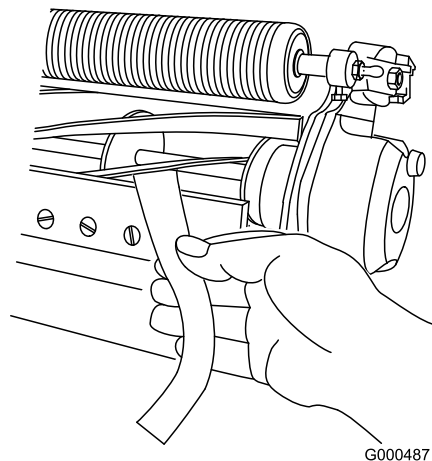

Рисунок 18
3. Проверьте режущие способности блока, вставив длинную полоску специальной бумаги Toro (деталь №125-5610) между барабаном и неподвижным ножом, перпендикулярно неподвижному ножу (Рисунок 18). **Медленно** вращайте барабан вперед. При этом бумага будет разрезаться.